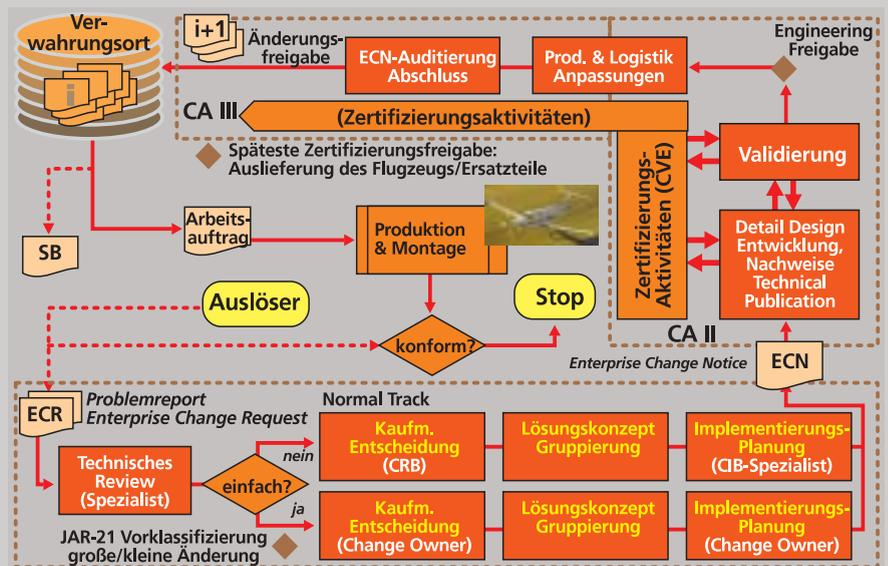

Bild 4: Änderungsprozess – Dokumente führen ...
Der Prozess ist in Bild 4 dargestellt. Einige Erklärungen: Auf der Basis der gültigen Dokumente im Verwahrungsort wird arbeitsauftragsgesteuert produziert. Wird aus der Produktion oder aufgrund eines anderen Auslösers ein Problemreport (PR) oder ein Änderungsantrag (ECR) an das Configuration Management (CA1) gestellt, startet der Änderungsprozess. Der verantwortliche Fachspezialist beurteilt das Änderungsbegehren, es erfolgt eine Vorklassifizierung in „kleine“ oder „große Änderung“. Je nach Komplexität und abgeschätzten Kosten wird die Änderung durch das normale Verfahren oder durch das verkürzte Verfahren gelenkt.